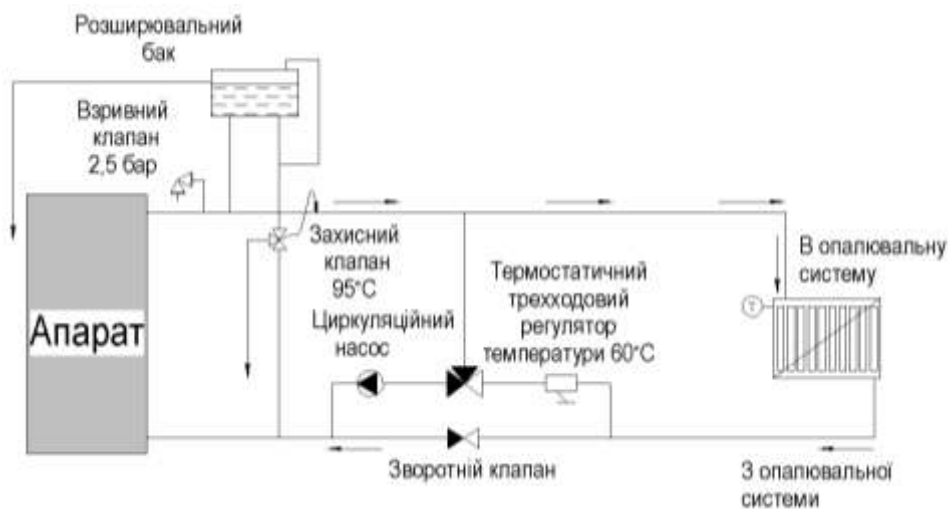
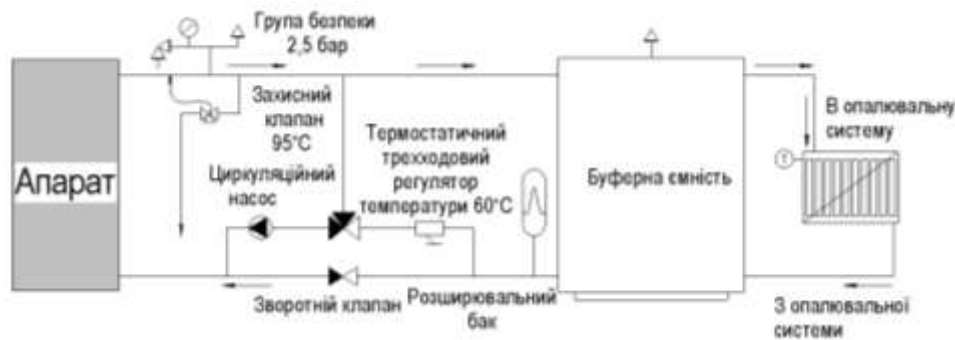

Рис. 5. Рекомендована схема приєднання апарата до відкритої системи опалення
Рис. 6. Рекомендована схема приєднання апарата до закритої системи опалення
2.2.2.2.6 Схема під'єднання апарата до системи опалення приведена на рис. 5 і рис.6.
УВАГА! При першому розпалі апарата, коли вода в системі не прогріта, можливе природне випадання конденсату в середині апарату. Після прогрівання конденсат зникає. Для зменшення утворення конденсату використовуйте одну із рекомендованих схем підключення апарата до системи опалення (Рис.5 або Рис.6)